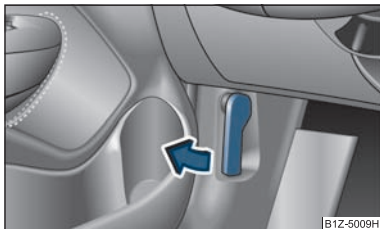

Fig. 160 Maneta de deblocare a capotei motorului
- Trageți maneta de deblocare de sub bord, pe partea conducătorului ⇒ fig. 160.
- Deblocați capota motorului ⇒ fig. 160.